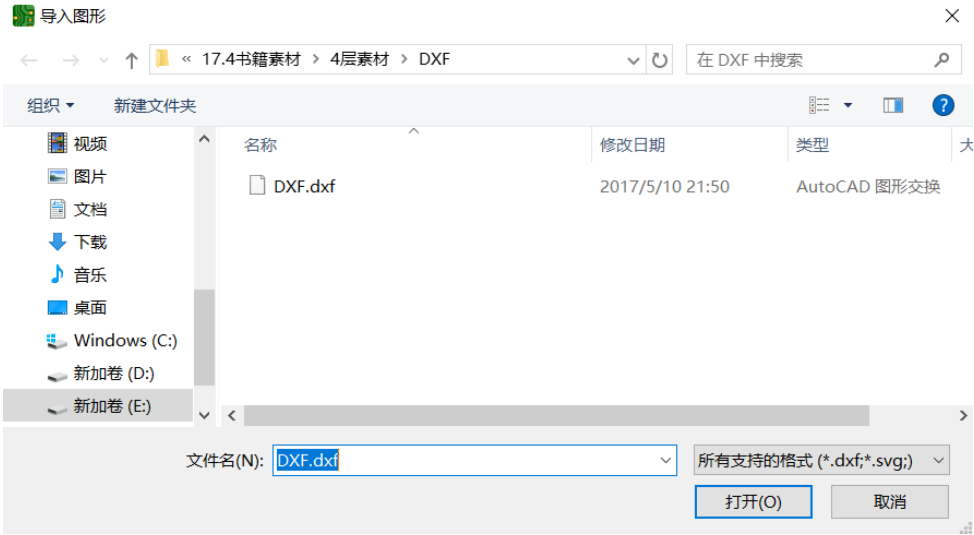

图 6-12 选择 DXF 文件
(1) 新建一个 PCB 文件，然后将其打开，执行菜单栏中的“文件”→“图形”命令，或直接使用使用快捷键“Ctrl+Shift+F”，选择需要导入的 DXF 文件，如图 6-12 所示。